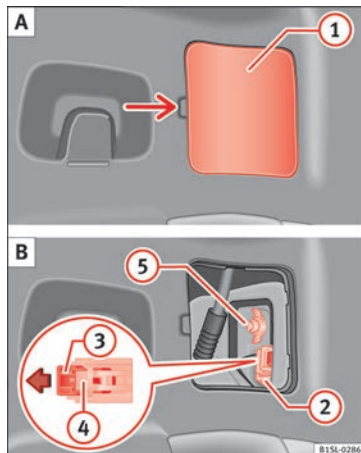

Bild 88 På bagagerummets sida: A: Ta bort locket, B: Ta bort bakljusenheterna
2. Ta bort locket ① mot spaken » bild 88 A.
3. Dra frigöringsfliken ③ på kontakten ② i pilens riktning » bild 88 B. Använd skruvmejseln i verktygsatsen.
4. Tryck på ④ och ta bort kontakten ② » bild 88 B.
5. Skruva av vingmuttern ⑤ » bild 88 B.
12. Håll bakljusenheten i monteringspositionen med ena handen och dra åt vingmuttern hårt med den andra ⑤ » bild 88 B.
14. Sätt i kontakten ② i lamphållaren och tryck spärren ③ på kontakten i pilens motsatta riktning » bild 88 B.